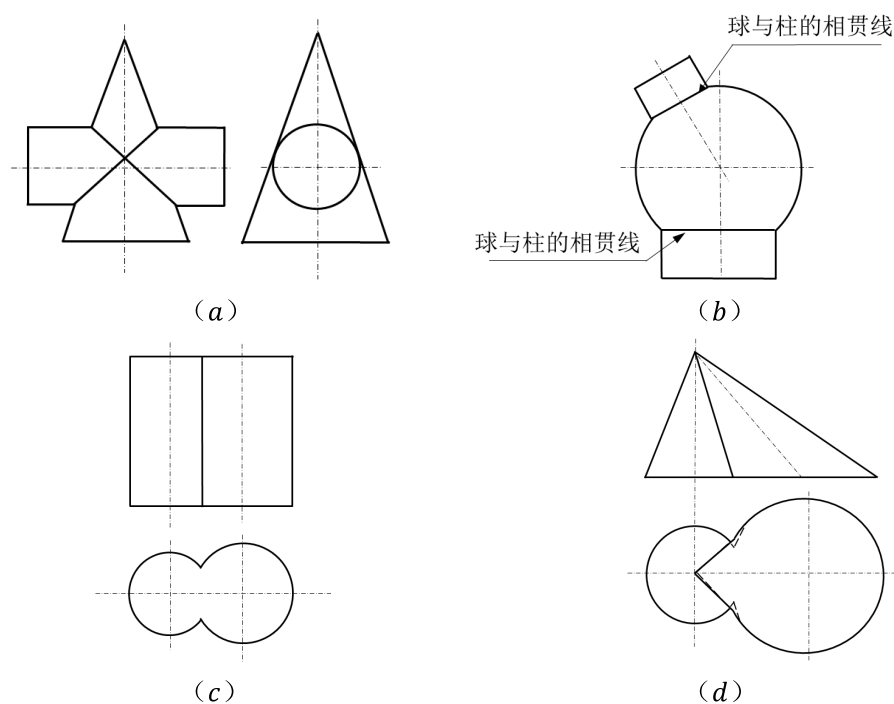

图 3-7 常见的特殊相贯线
- 1、**任意两个回转体相贯，轴线相交且有公共的内切球，交线为两个椭圆**。当它们的轴线平行于某一投影面时，相贯线在该投影面积聚成一条直线，如图 3-7 (a) 所示；
- 2、**球与任意回转体表面相交，只要球心位于该回转体轴线上，其相贯线是圆**，且该圆所在平面与回转体的轴线垂直。如图 3-7 (b) 所示，其相贯线圆同样具有积聚性；
- 3、**两轴线平行的圆柱体相交，交线是两直素线**，如图 3-7 (c) 所示；
- 4、**两共顶的椎体，其相贯线是直素线**，如图 3-7 (d) 所示。